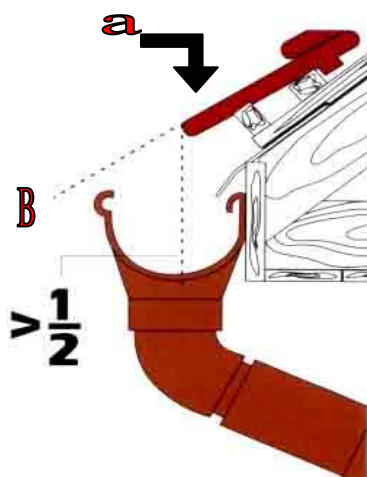

Рис. 3
- 2.3. Желоб должен выходить за пределы ската крыши **a** не менее чем на половину своего диаметра, и не должен выходить за пределы линии, являющейся продолжением крыши **b** (см. рис. 3).